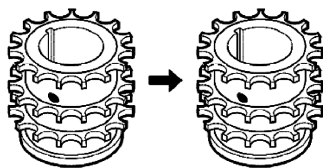

图 10-28 做正时标记
1) 在新的曲轴链轮上做与旧的曲轴链轮上的对齐标记相同的对齐标记, 如图 10-28 所示。